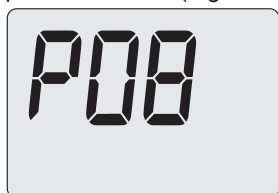

Figura 5.35
- Premere il tasto 13 fino a far apparire sul display LCD codice **P08**, indicante l'entrata nel "parametro P08" (Figura 5.35).
- Premendo il tasto 12 o 13 (Figura 5.31) si ottiene la conferma del valore inserito e si ritorna alla lista parametri (Figura 5.35).